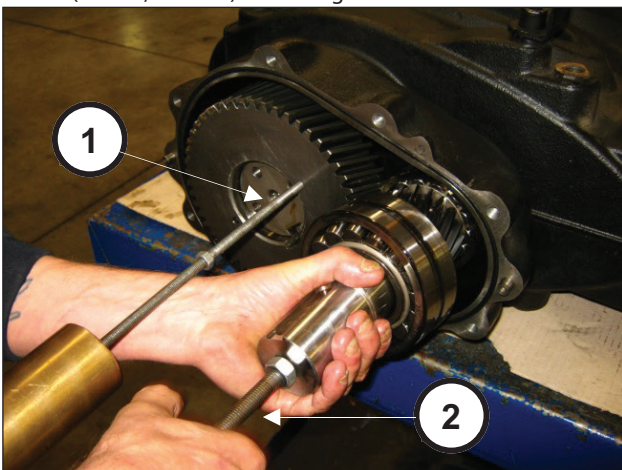

Abb. 12
Zur Entnahme der Gruppe Ritzel + Zahnkranz ist es erforderlich, Schlagwerke an den 2 Bohrungen M8 des Zahnkranzes (Pos. ①, Abb. 12) und an der Bohrung M14 des Ritzels (Pos. ②, Abb. 12) anzubringen.